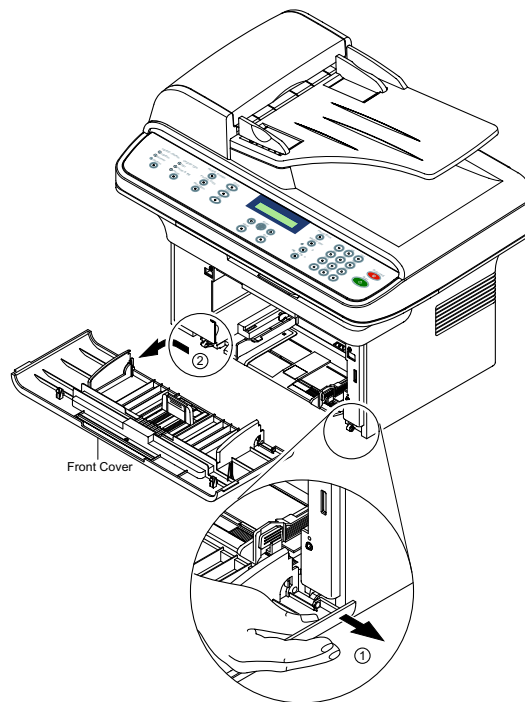

Рисунок 2
2. Для того чтобы снять переднюю крышку, аккуратно потяните за нижнюю правую сторону передней крышки в направлении стрелки (влево), рисунок 2.